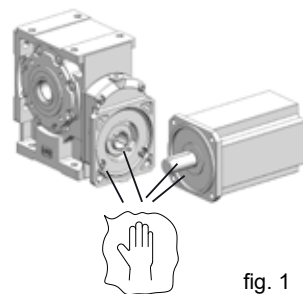

fig. 1
Antes de efectuar el montaje, limpiar y lubricar eficazmente las superficies de contacto a fin de evitar el peligro de agarrotamiento y la oxidación de contacto (ver fig. 1).
- poner el reductor en vertical con la brida de fijación motor hacia arriba (ver fig. 1);